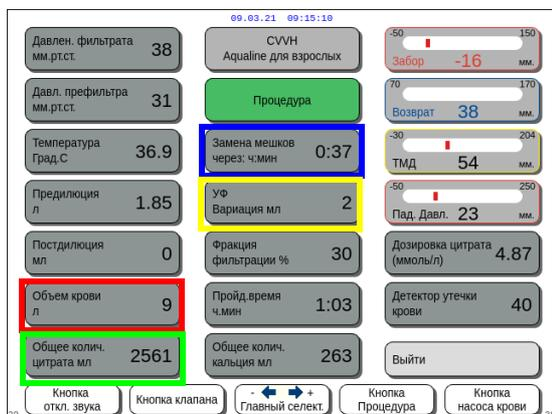

Рис. 169
- *Объем крови (л)* (красная рамка на рис. 169)
- *Общее колич. цитрата (мл)* (зеленая рамка на рис. 169)
- *Замена мешков через (ч.мин)* (синяя рамка на рис. 169)
- *УФ Вариация (мл)* (желтая рамка на рис. 169)